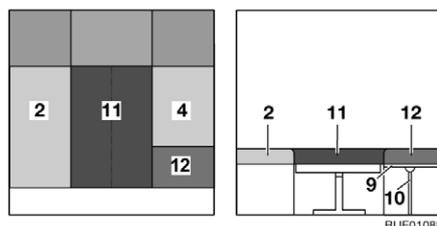

Fig. 99 Después de la transformación
- Colocar el cojín adicional (Fig. 99,11) entre los cojines del asiento (Fig. 99,2 y 4).
- Colocar el cojín adicional (Fig. 99,12) sobre la prolongación del armazón de cama (Fig. 99,9).